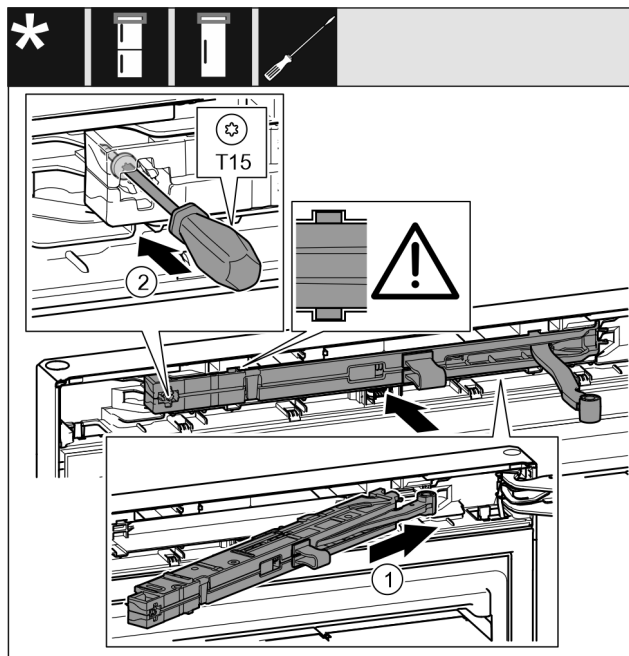

Fig. 20
- Introduzca la unidad de amortiguador de cierre en el lado del soporte de cojinete en posición inclinada en la escotadura hasta el tope. Fig. 20 (1)
- Apriete el tornillo con un destornillador T15. Fig. 20 (2)